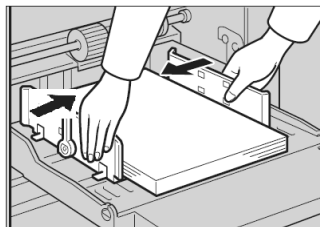

图 5-18 调整进纸侧导向板
② 通过移动进纸盘中的纸张，将图像位置右移或左移。
- 向下压进纸盘调整杆，然后调整进纸侧导向板，如图 5-18 所示；
(4) 调整印刷图像浓度。